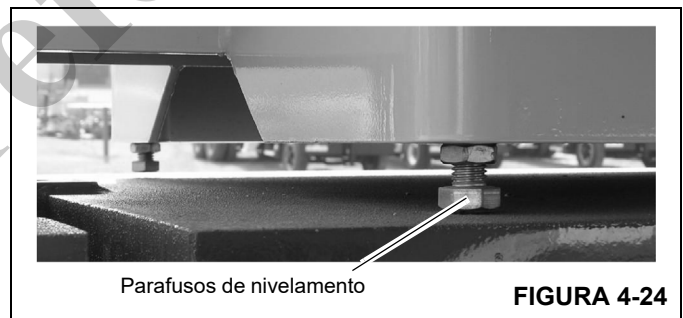

FIGURA 4-24
- Ajuste os quatro parafusos de nivelamento do contrapeso (Figura 4-24) para eliminar qualquer movimento relativo entre o contrapeso e a mesa giratória.